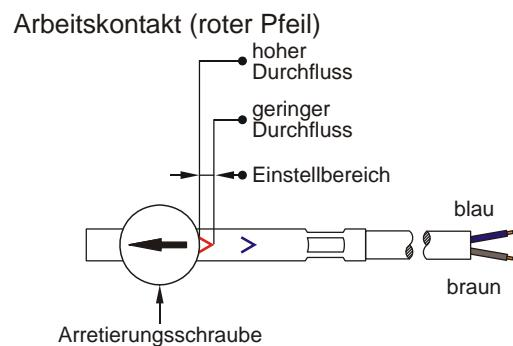
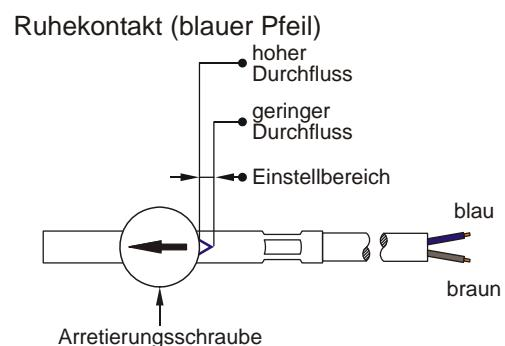

Abb. 20
Abb. 21
- ☞ Verschieben Sie anschließend die Schalteinheit so weit, dass bei gewünschtem Arbeitskontakt, der rote (→ Abb. 20) bzw. bei Ruhekontakt der blaue Pfeil (→ Abb. 21) am Eingang der Führung der Schalteinheit sichtbar ist (entfällt bei Wechselkontakt).